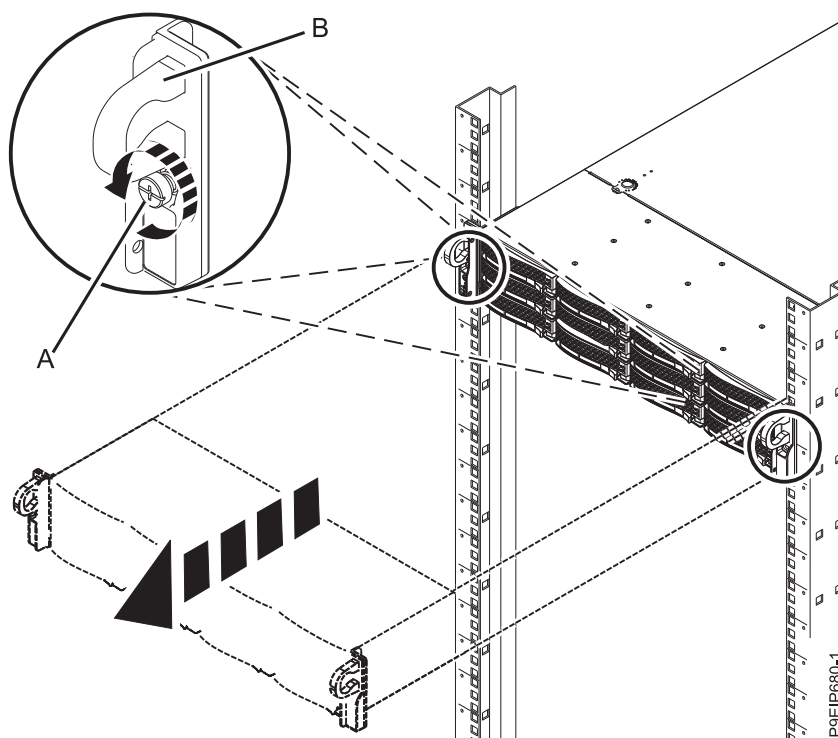

Figura 108. Removendo os parafusos frontais e removendo o sistema do rack
1. Solte os parafusos frontais (A) que prendem o sistema ao rack de ambos os lados do sistema, conforme mostrado na Figura 108 na página 106.